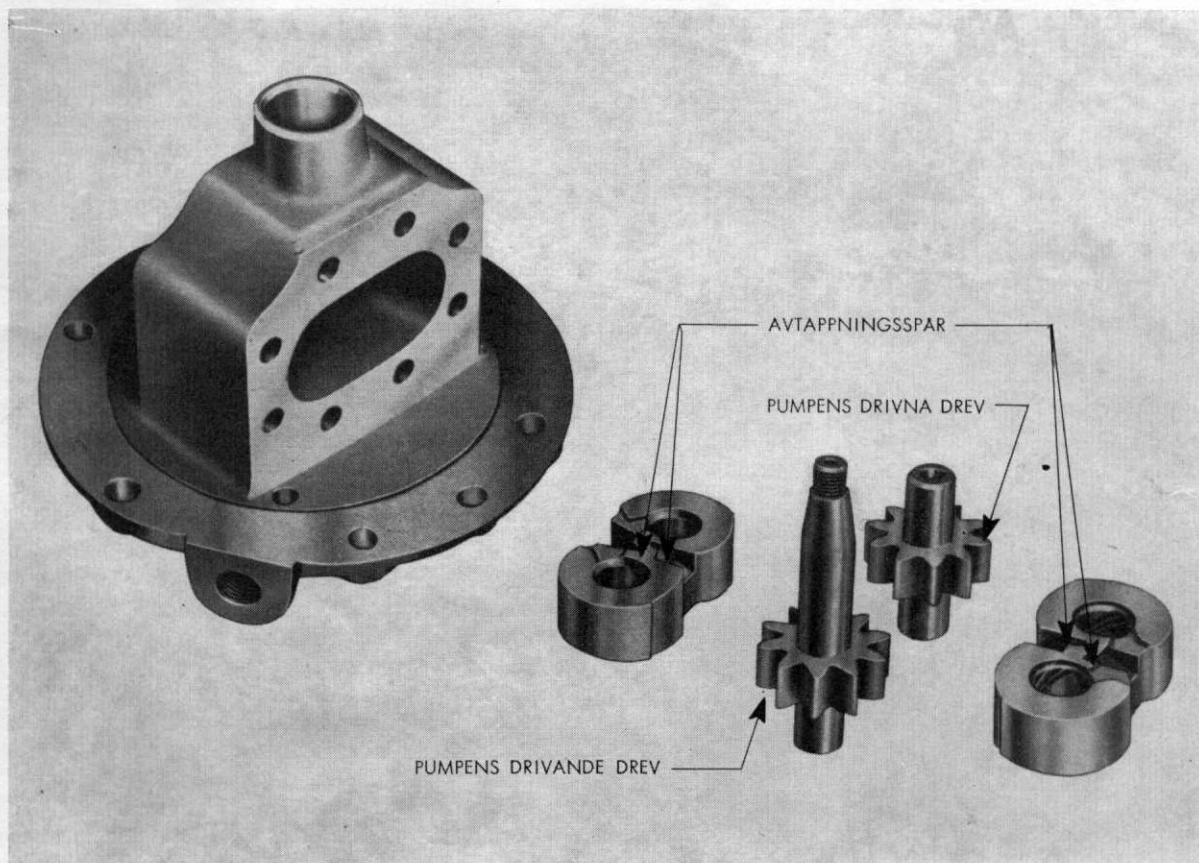
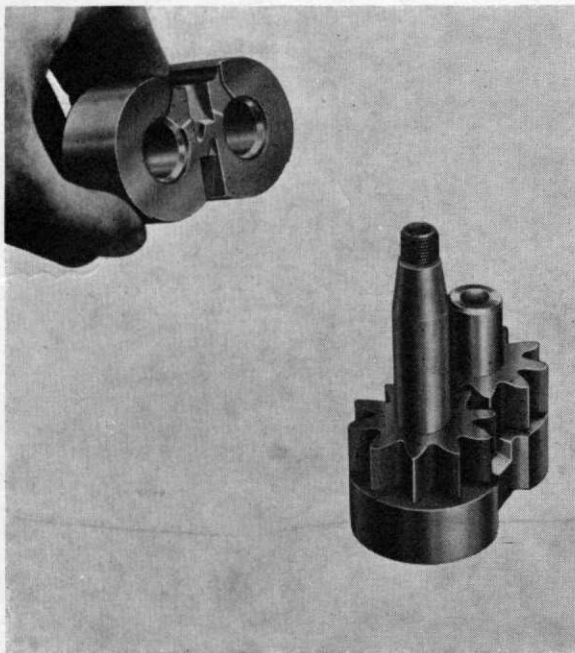

Fig. 42. Hydrauliska pumpens drev och lagerblock.
Fig. 43. Hopmontering av ärev och lagerblock.
Placera kugghjulen på lagerblocken som visas på fig. 42. Placerat på detta sätt kommer det högra (bakre) lagerblocket att ha de små avtappningsspåren från oljespårerna (på "åttans" sida) vid ÖVRE änden av sitt VÄNSTRA (trycksidans) oljespår, och vid NEDRE änden av sitt HÖGRA (inloppssidans) oljespår.
1. Med det högra (bakre) lagerblocket placerat som på fig. 42, d. v. s. med den plana sidan nedåt och avtappningsspåren från hålen för pumphjulens axlar vända till höger (inloppssidans) och placera pumpens drivna hjul i högra, bortre hålet, se fig. 43.
2. Montera pumpens drivande hjul (med den längre axeln) i det vänstra, hitre hålet och med den gängade änden uppåt, se fig. 43.
3. Vrid det vänstra lagerblocket, så att den plana sidan kommer uppåt och lägg det över pumphjulens axlar med de små urtagen på lagerblockets ytterdiametrar (se handens tumme på Fig. 43) vända åt vänster liksom på det undre blocket.